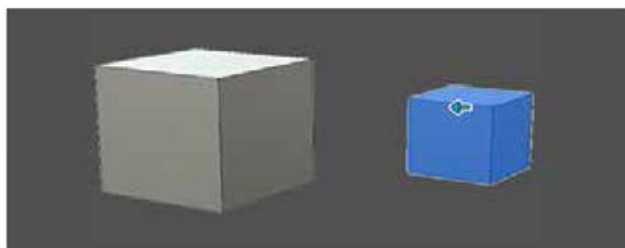

图 2-72
(7) **缩放**: 缩放草图、对象或零部件。选择要缩放的对象, 然后指定比例系数, 如图 2-72 所示。